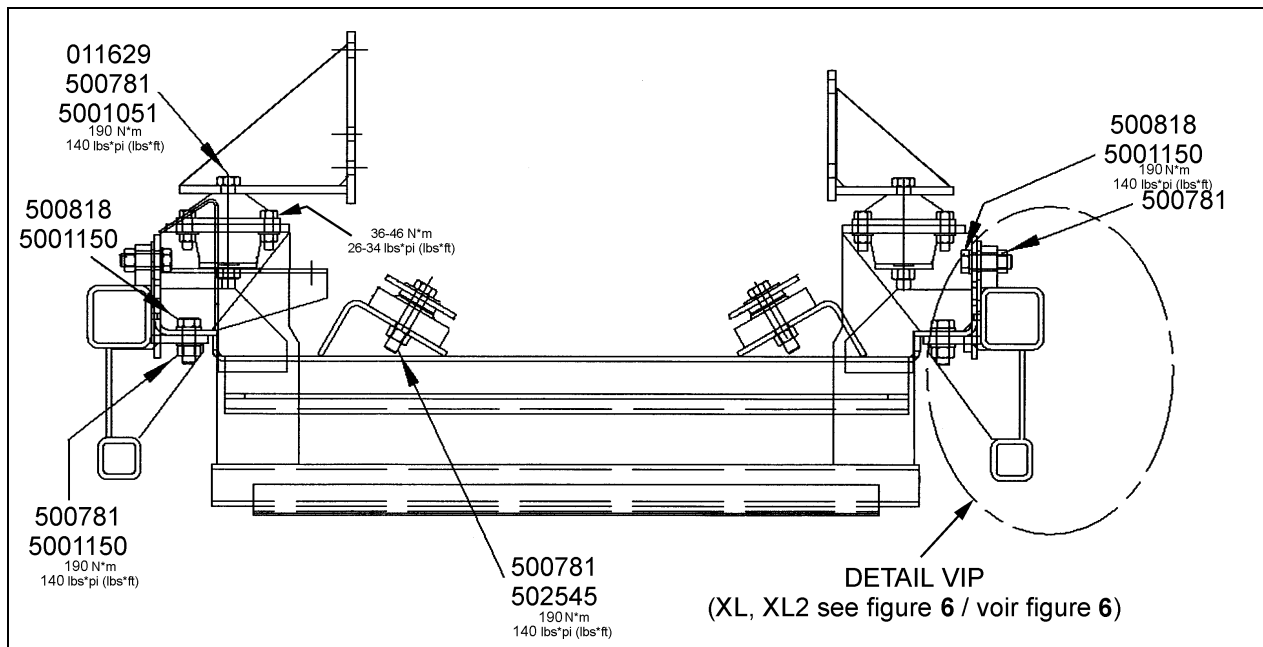

FIGURE 7 : FIXATION DU BERCEAU MOTEUR
17. Réinstaller le moteur sur son berceau et le boulonner en respectant les couples indiqués à la figure 7. Démontez le support Detroit Diesel.